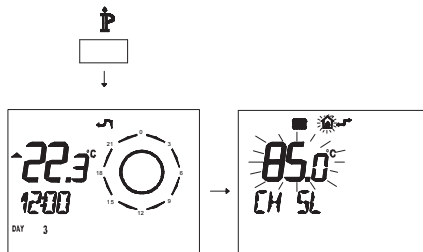

Figura 5.39
- Premere per più di 3 secondi il pulsante  $\mathbb{P}$  per entrare in modalità **INFO** (Figura 5.39).